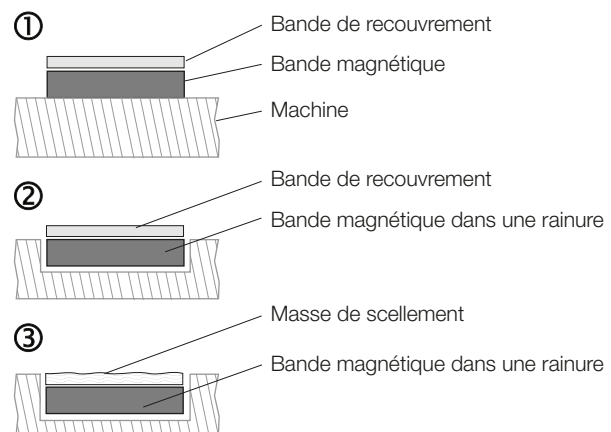

Fig. 4-3 : Possibilités de montage pour la bande magnétique
En cas de conditions ambiantes normales, coller la bande magnétique sur une surface plane. En option, coller la bande de recouvrement à titre de protection (voir Fig. 4-3, pos. 1).
En cas de conditions ambiantes rudes, insérer entièrement la bande magnétique dans une rainure, afin qu'elle ne dépasse pas de la surface. En option, coller la bande de recouvrement (voir Fig. 4-3, pos. 2).
En présence de conditions ambiantes extrêmes, noyer la bande magnétique intégralement dans une rainure légèrement plus profonde et la sceller avec une matière amagnétique. Éventuellement poncer le matériau de scellement (voir Fig. 4-3, pos. 3).
- Possibilités de montage (voir Fig. 4-3) : par collage sur la surface ou par incorporation dans une rainure suivie d'un collage.